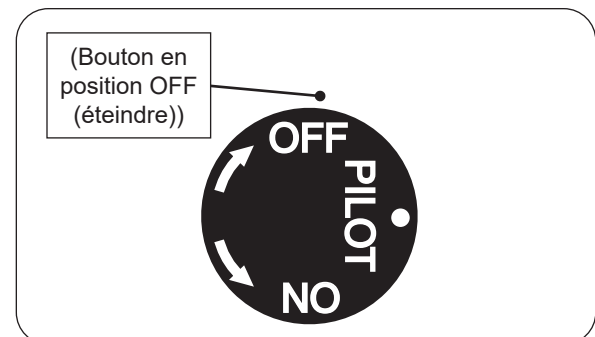

Fig. 43-2 Arrêt du pilote
2. Localisez la vanne sur le côté de l'unité. Pousser le gaz bouton de commande légèrement et tourner dans le sens des aiguilles d'une montre sur **OFF** (éteindre) (voir Fig. 43-2).
Appuyez légèrement sur le bouton de contrôle et tournez-le dans le sens des aiguilles d'une montre pour **OFF** (éteindre). Ne force pas. Voir Fig. 43-2.